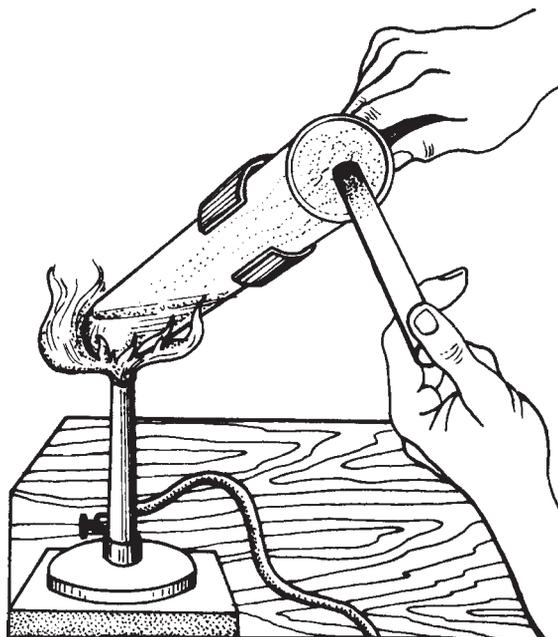

Fig. 2 Ensayo con papel de tornasol
3. Acerque a la boca del tubo de ensayos un papel de tornasol rojo previamente humedecido (fig. 2).